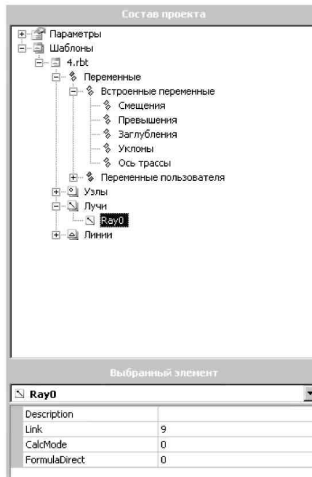

Рис.22. Окно «Состав проекта»
4. Для того, чтобы присвоить лучу 0 заданные параметры необходимо в окне *Состав проекта* (рис.22) выбрать элемент *Лучи*, а в нем *Ray0*. Затем, в окне *Выбранный элемент* задайте этому лучу необходимые параметры.